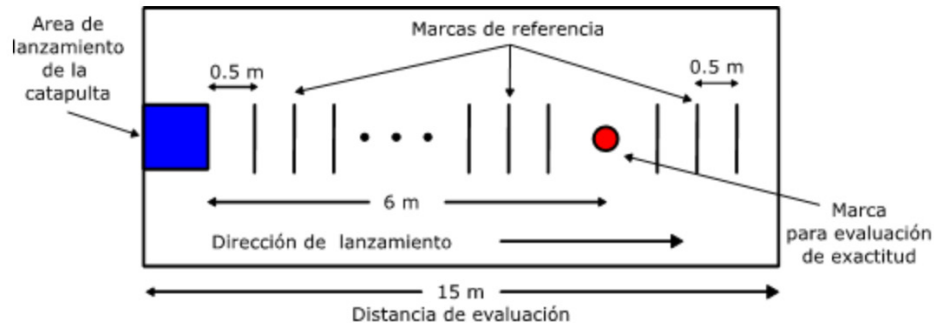

Figura 1. Ejemplo configuración zona de pruebas de lanzamiento.
4.1Se definirá un área específica para pruebas de lanzamiento el día del concurso dentro de la Facultad de Ingeniería del Campus San Juan del Río. Esta área tendrá 15 m de largo para las pruebas de lanzamientos, como se observa en la Figura 1.